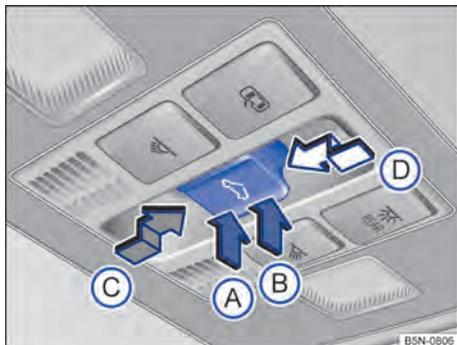

Fig. 77 No revestimento do teto: botão do teto de vidro.
O botão  → Fig. 77 é de dois níveis. No 1º nível o teto pode ser totalmente ou parcialmente levantado, aberto ou fechado.
- *Levantar o teto de vidro:* pressionar o botão na região traseira → Fig. 77  até o 1º nível. Curso automático: pressionar brevemente o botão na região traseira  até o 2º nível.
- *Teto de vidro*: dentro de aproximadamente 5 segundos após a liberação do limitador de força, pressionar o botão  → Fig. 77 até o 2º estágio na direção da seta Ⓛ, até que o teto de vidro esteja totalmente fechado.